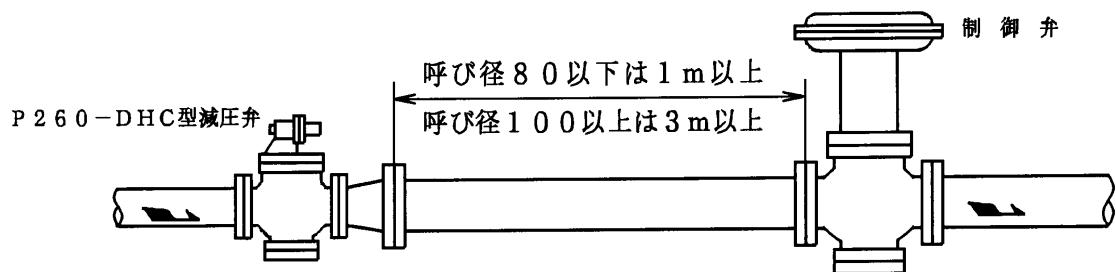

図 7 制御弁がある場合（二次側）
4.5 減圧弁の二次側に制御弁を取付ける場合、減圧弁と制御弁の距離をできるだけ長く(呼び径 80 以下は 1m 以上、呼び径 100 以上は 3m 以上)とってください(図 7)。